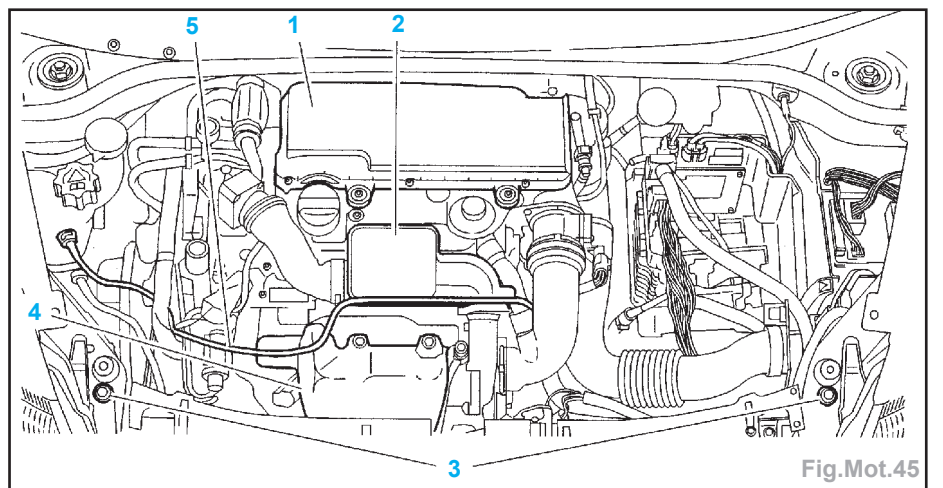

Fig.Mot.45
- Déposer les 2 vis (3) (Fig.Mot.45).
- le système d'alimentation intégré (1),
- le résonateur d'admission d'air (2),